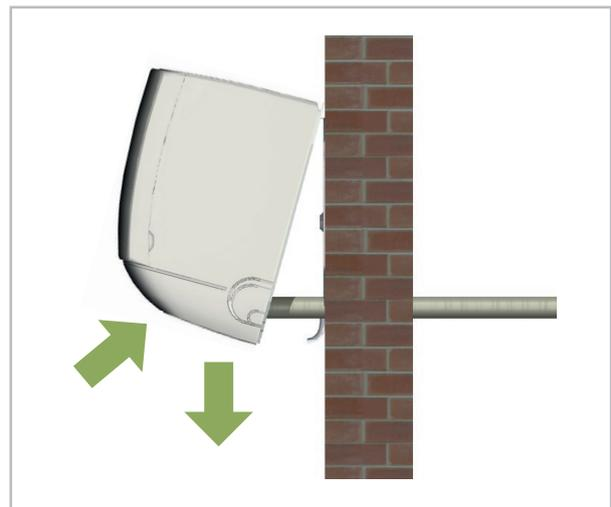

Abb. 17: Waagerechte Ausrichtung
5. ➤ Überprüfen Sie nochmals die waagerechte Ausrichtung des Gerätes. (Abb. 17)